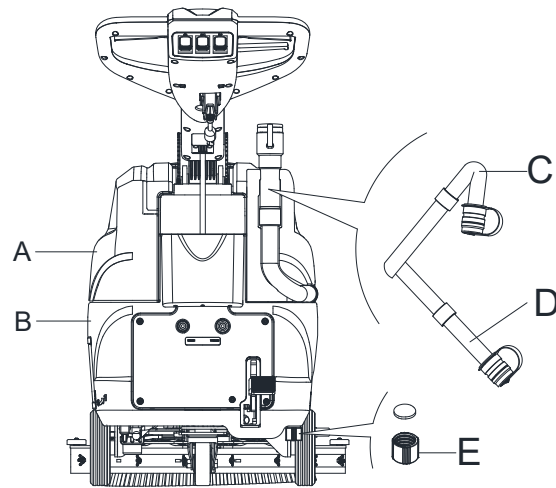

Figur 9
Ett automatisk flytande avstängningssystem (B, Figur 9) blockerar vakuumsystemet när återvinningsbehållaren (C) är full. Vakuumsystemets avaktivering signaleras med en plötslig ökning i vakuumsystemets motorbuller, även om golvet inte har torkats.
Om vakuumsystemet stängs av av misstag (till exempel, när flottören aktiveras på grund av en plötslig maskinrörelse), för att återuppta driften: tryck på strömbrytaren (39 och 41) för att stänga strömmen och vakuumsystemet, öppna sedan locket (A, Figur 9) och kontrollera att flottören inuti gallret (B) har gått ner till vattennivån. Stäng sedan locket (A) och tryck på strömbrytaren (39 och 41) för att slå på huvudströmmen och vakuumsystemet.
När återvinningsbehållaren (C, Figur 9) är full, töm den enligt följande procedur.
4. Töm återvinningsbehållaren med slangen (F, Figur 7). Skölj sedan återvinningsbehållaren (C, Figur 9) med rent vatten.
5. Ta bort återvinningsbehållarens lock (A, Figur 9) och rengör lockets insida och filterflottörgaller (B) med rent vatten.
6. Kontrollera återvinningsbehållaren (D, Figur 9) om det finns främmande föremål och rengör den.